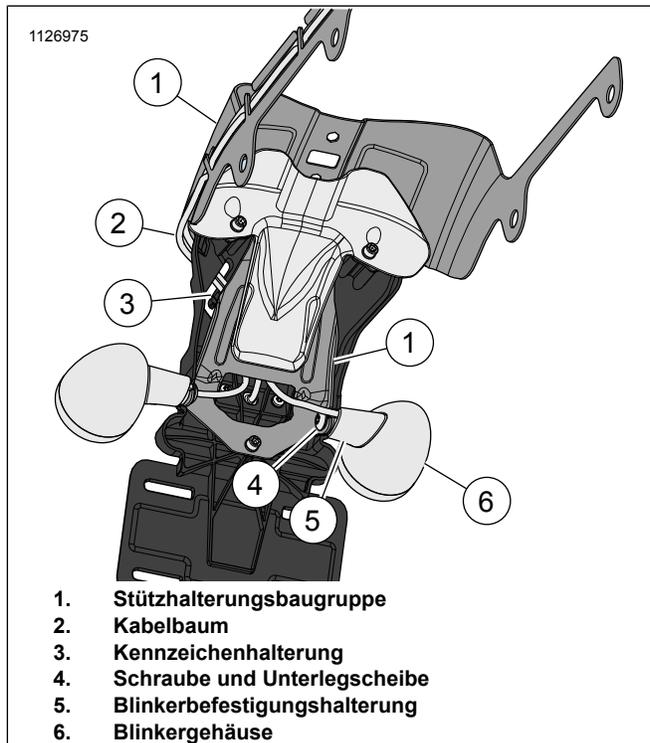

Abbildung 6. Mittige Befestigung Blinker
9. **Mittig montierte Blinker:** Siehe Abbildung 6. Blinker und Abstandshalter von den Befestigungsstellen abnehmen.